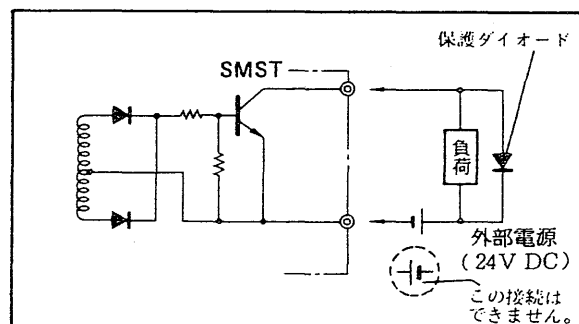

図 3.3 ステータス出力を使用した接続
- (3) フェイル出力, 警報出力, ステータス出力などのトランジスタ接点を使用して外部の機器を駆動させる場合は, 下記に注意して配線してください。
- リレーなどインダクタンス成分を含む機器を駆動する場合には, 必ず保護ダイオード (サージ・アブソーバ) を負荷と並列に接続してください (図 3.3 参照)。
- 負荷を駆動するための電源を接続する場合は, 電源の極性を端子板に表示した極性と一致させて配線してください (図 3.3 参照)。